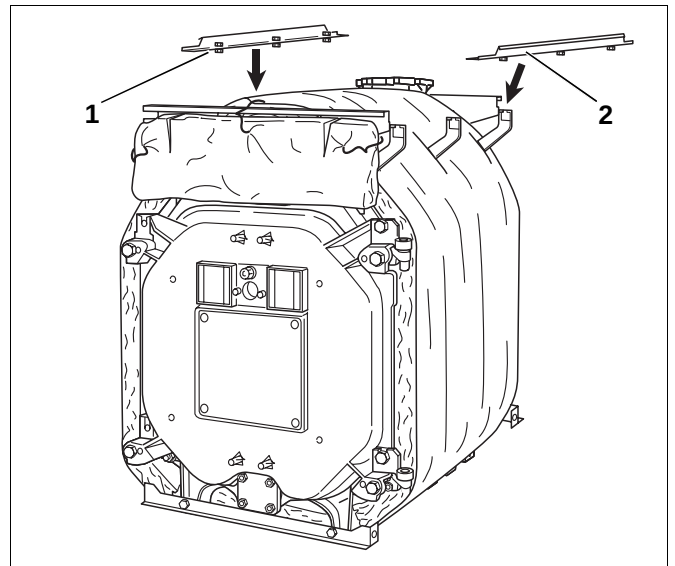

Fig. 44 Endelig montasje av langsgående skinner
- Skyv de formonterte skruene på de langsgående skinnene (fig. 44, **pos. 1 og 2**) inn i utsparingene i konsollene som beskrevet ovenfor og skru skinnene godt sammen med konsollene.